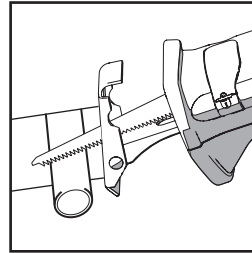

Abb. 8
- Sägen Sie langsam durch das Werkstück und lassen Sie das flexible Sägeblatt sich wie erforderlich zu biegen. **(Abb. 8)**.